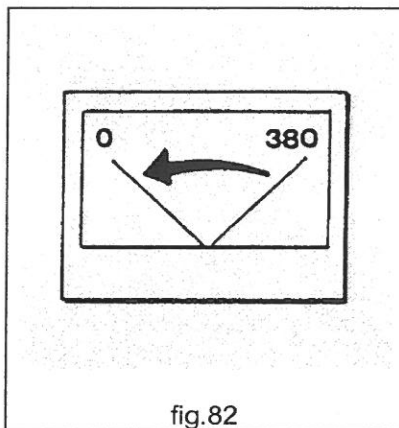

fig.82
- **MAI** impiegare la gru a ponte in presenza di una forte caduta di tensione o di una accidentale mancanza di una delle tre fasi (fig.82).